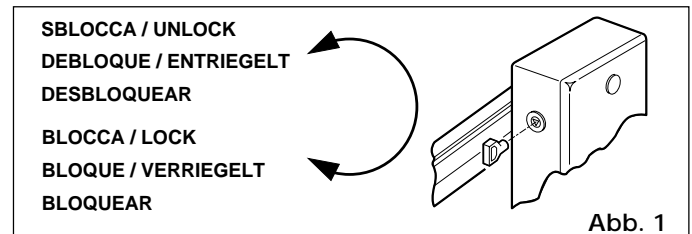
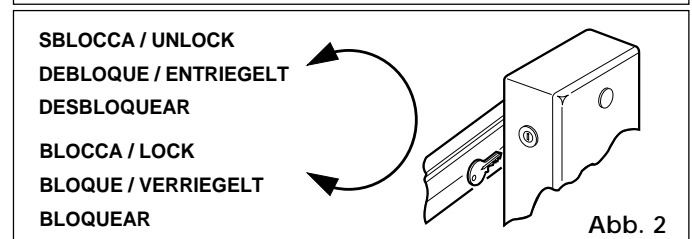

Abb. 1
Abb. 2
Der Ölfüllstand darf nicht unter die Markierung der Kontrollanzeige (Abb. 1, Bezug 4) fallen.
Zum Nachfüllen die Öleinfüllschraube (Abb. 1, Bezug 6) ausdrehen und Öl bis zum Erreichen des erforderlichen Füllstands eingeben.
- Den Dreieck-Standardschlüssel (Abb. 1) oder personalisierten Schlüssel (Abb. 2) in das Schloß stecken und eine Drehung **gegen den Uhrzeigersinn** ausführen.